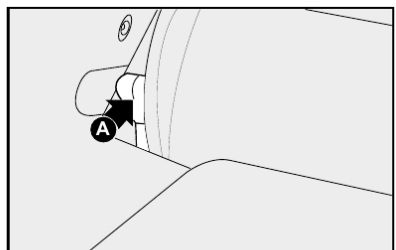

fig. 96
3) Destruvar o encosto do banco agindo sobre as alavancas laterais **A-fig. 96** do mesmo, na direção da seta;